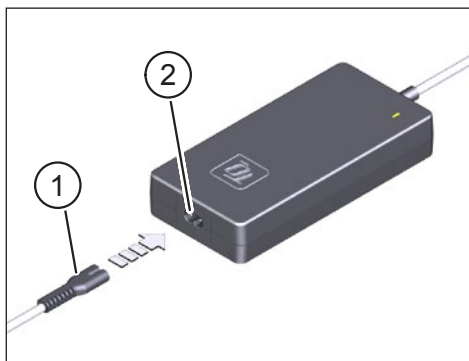

Fig. 1: Collegare il caricabatterie alla rete elettrica
- ▶ Inserire la spina piccola del dispositivo (punto 1 in Fig. 1) del cavo di alimentazione, specifico del paese nella presa (punto 2 in Fig. 1) sul caricabatterie.